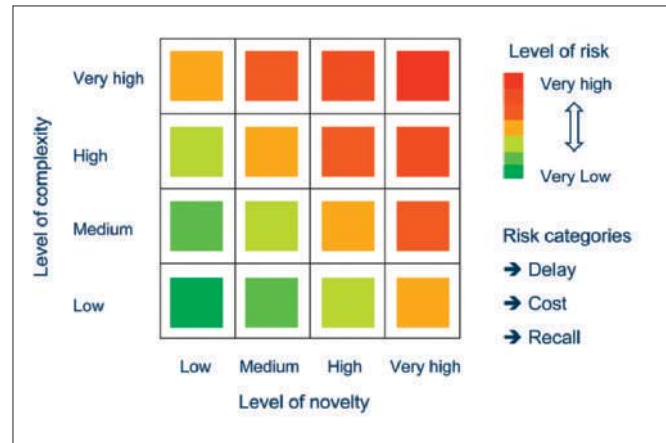

Bild 2: Risikoklassen in Abhängigkeit von Projektkomplexität und Neuheitsgrad.
- Der zweite Parameter ist der Neuheitsgrad, den ein Projekt einer gegebenen Komplexitätsstufe für die beteiligten Mitarbeiter hat. Dabei geht es nicht um Berufserfahrung im Allgemeinen, sondern um die Frage, wie oft eine Entwicklungsmannschaft ein solches Projekt schon einmal gemacht hat. Aus diesen beiden Parametern ergibt sich eine Bewertung, die aus der Matrix in Bild 2 ersichtlich ist.